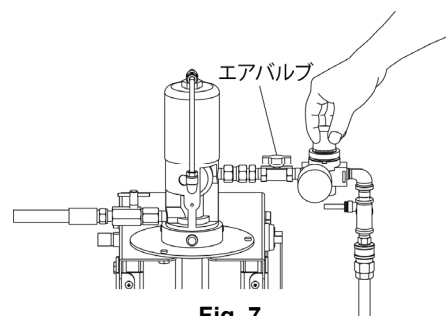

Fig. 7
- 2) エアバルブを開き、ポンプ供給用レギュレーターのツマミを徐々に、右（時計方向）に回していくと、エア圧 0.2 MPa 位でポンプが作動します。ポンプはしばらく作動し、ポンプ・ホース内にグリースが充満して停止します。(Fig. 7)